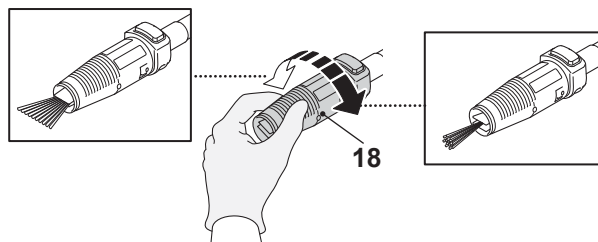

Fig. 9
- > Rotiți duza de Vario pentru a regla jetul de apă în funcție de suprafața care urmează să fie curățată (Fig. 9).